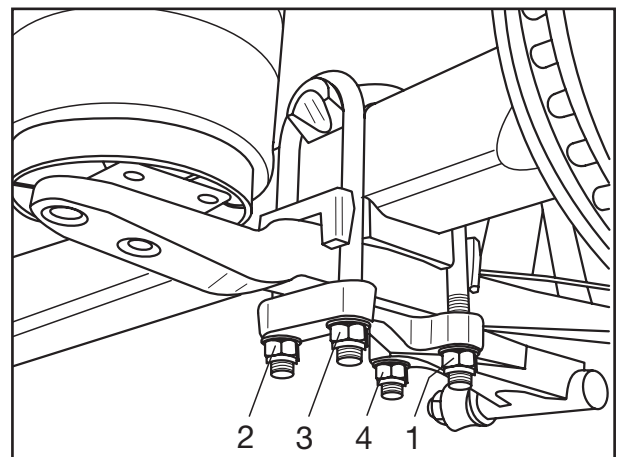

Fig. 24
- ☞ Bei Luftfederung mit verstellbarer Stütze können die Federbügel sofort festgezogen werden. Sicherungsmuttern mit einem Drehmomentschlüssel über Kreuz in der Reihenfolge 1-2-3-4 (siehe Fig. 24) anziehen.
In air suspension with an adjustable hanger bracket, the U-bolts can be tightened immediately. Using a torque wrench, tighten the lock nuts diagonally across in the sequence 1-2-3-4 (see Fig. 24).
Sur la suspension pneumatique à main réglable, les brides de ressort peuvent être serrées immédiatement. Serrer préalablement les écrous de sûreté en diagonale dans l'ordre 1-2-3-4 (voir Fig. 24) avec une clé dynamométrique.